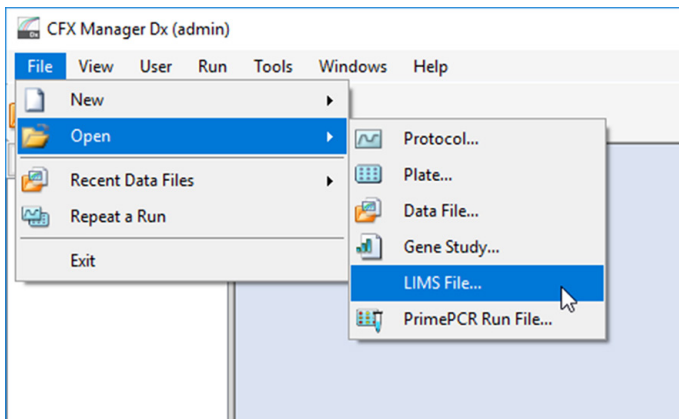

Figura 24: Ventana del CFX Manager™ Dx software
3. En la barra de menú del CFX Manager™ Dx software, seleccione **File** → **Open** → **LIMS File...** (archivo → abrir → archivo LIMS...) para abrir el cuadro de diálogo **Open LIMS File** (abrir archivo LIMS) (consulte la Figura 24).